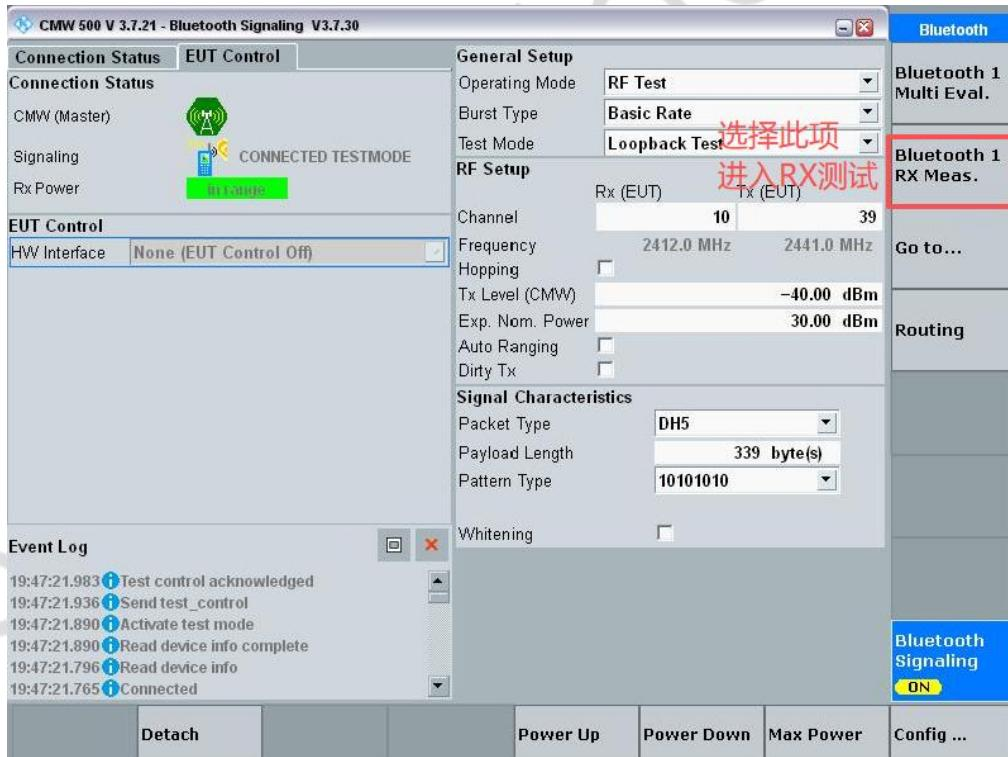

图 5-1
- 1) 在 Bluetooth signaling 界面点击【Bluetooth 1 RX Meas.】如图 5-1；